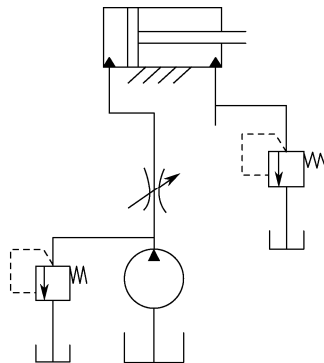

图 3-1-3
2. 在如图 3-1-3 所示回路中, 液压泵的额定压力为 2.5MPa, 额定流量为 16L/min, 液压缸无杆腔的有效作用面积为  $100\text{cm}^2$ , 有杆腔的有效作用面积为  $50\text{cm}^2$ , 液压缸的运动速度为  $0.8\text{m/min}$ , 溢流阀的调定压力为 2MPa, 背压阀调定压力 0.5MPa, 节流阀两端的压力差为 1MPa, 试求节流阀的流量  $q_{\text{节}}$ 、溢流阀的流量  $q_{\text{溢}}$ 、液压缸上的负载  $F$ 、液压泵的额定功率  $P_{\text{额}}$ 、液压泵的实际功率  $P_{\text{实}}$ 、溢流阀上的功率损耗  $P_{\text{溢}}$ 、节流阀上的功率损耗  $P_{\text{节}}$ 、回路的效率  $\eta$ 。